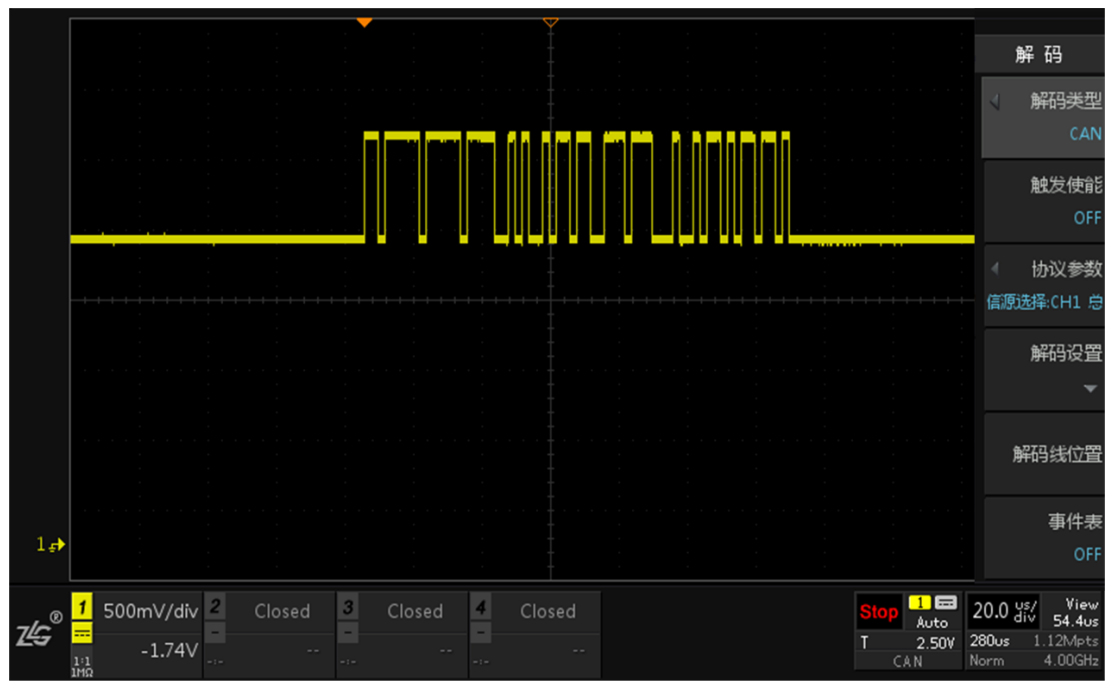

图 15.5 解码界面
- 3、点击“多功能区”的【Decode】解码按键，进入解码界面，出现如图 15.5 所示；